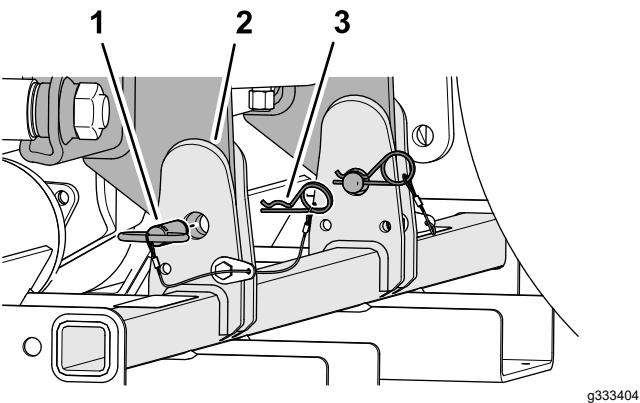

Bild 46
3. Befestigen Sie den Sicherheitsständer mit den beiden Stiften des Sicherheitsständers und den beiden Splinten an der Maschine (Bild 46).